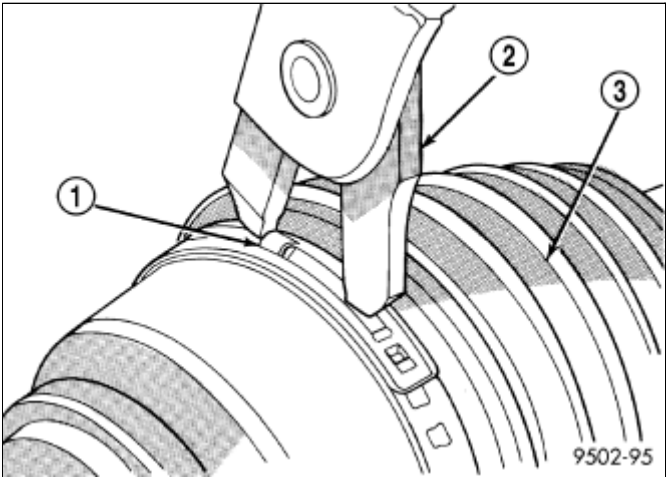

图 10 安装在密封防尘罩卡箍上的卷边工具
1. 把卡箍锁止工具（2）\(图 10\)的舌片放在卡箍（1）的孔中。